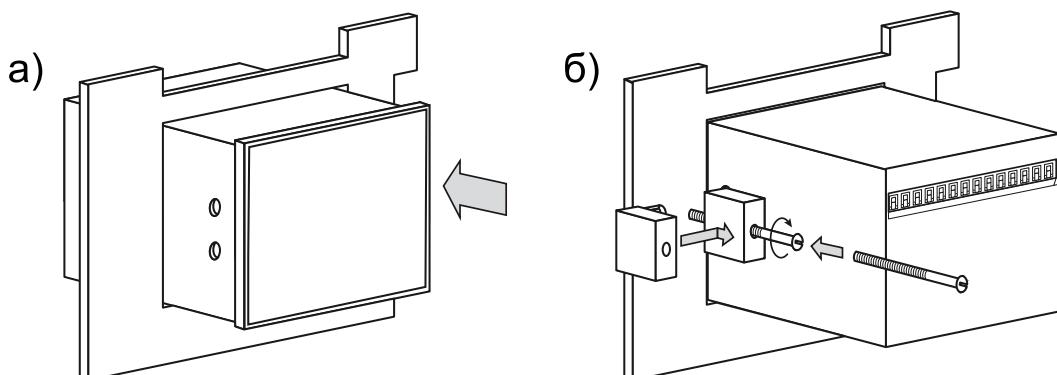

Рисунок 4.4 – Монтаж преобразователя щитового крепления
4. Вставить фиксаторы из комплекта поставки в отверстия на боковых стенках преобразователя (рисунок 4.4, б).